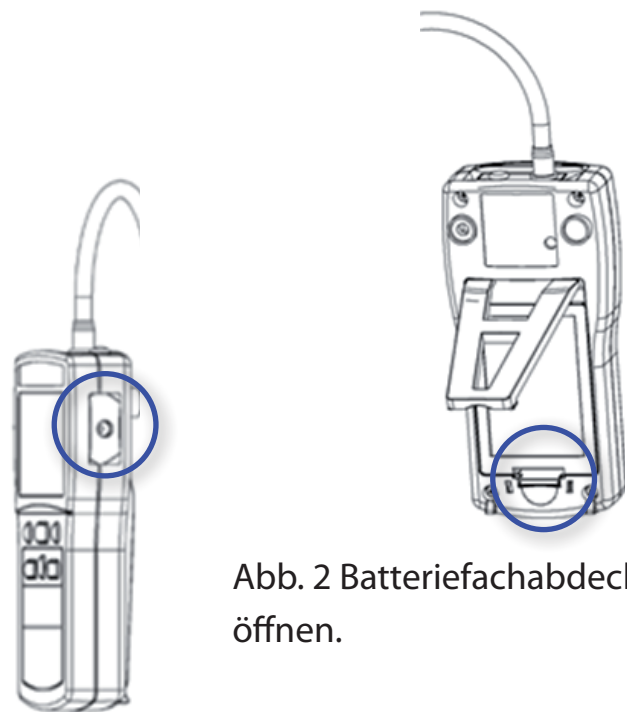

Abb. 2 Batteriefachabdeckung
- Die mitgelieferten Batterien in das Batteriefach einsetzen. Entfernen Sie dazu den Batteriefachdeckel, indem Sie mit dem Finger oder mit einem Schraubendreher einen leichten Druck auf den Kunststoffhalter ausüben (siehe Abb. 2.).